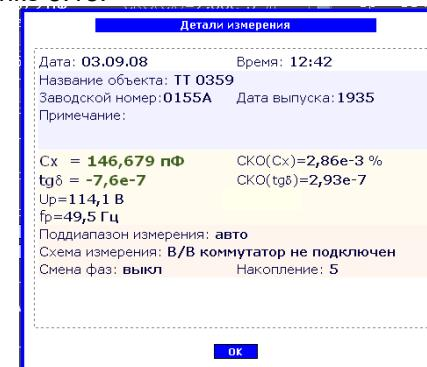

Рисунок 8.18
1) Установить постоянное напряжение, которое будет подаваться на объект при измерении R, для чего ввести его значение в окно (поз.12, рисунок 8.18), в дальнейшем все ссылки на рисунок 8.18.